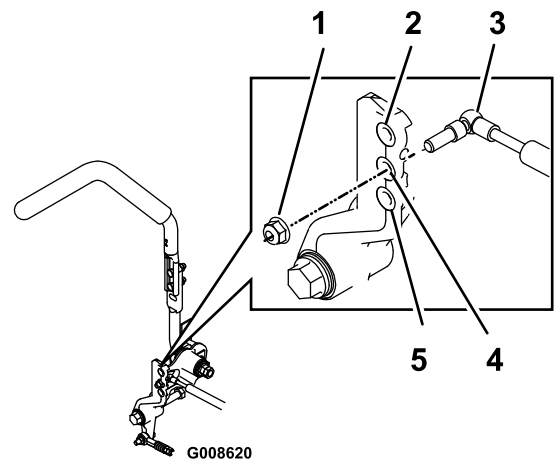

図 64
2. ロックナットを外して、ダンパ取り付けボルトを希望する位置に移動し、ロックナットを取り付ける。取り付け位置については 図 64 を参照。